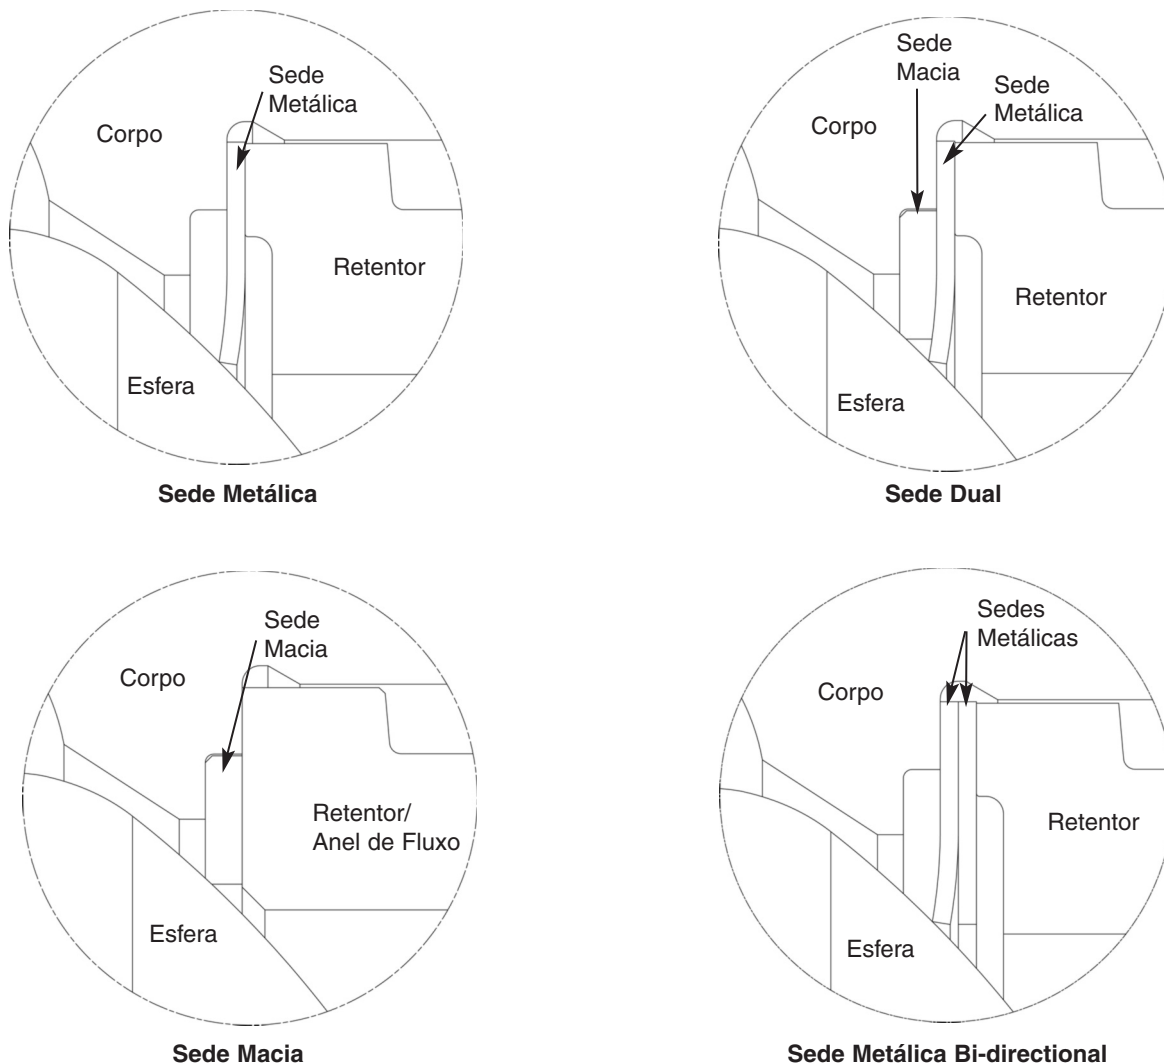

Figura 7 - Configurações das Sedes da Válvula VXL
- Substitua a sede macia e/ou as sedes metálicas conforme o indicado para a aplicação em questão (Vide Figura 7).